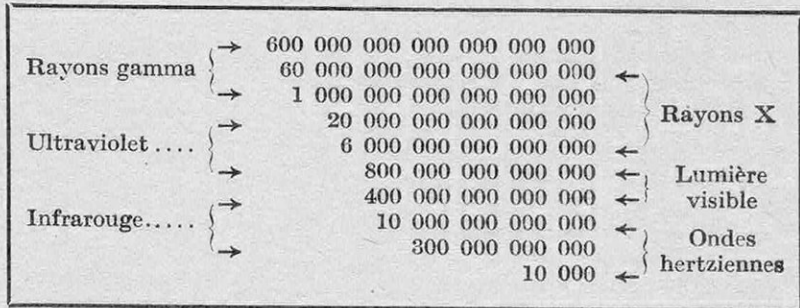

FIG. 2. — LA GAMME COMPLÈTE DES RADIATIONS
identifie, en 1888, un rayonnement (ondes électriques) qui se situe bien en deçà de l'infrarouge extrême. La « soudure » ne fut établie qu'en 1923 par les Américains E. F. Nichols et J. D. Tear ; et l'on connaît tout un ensemble de radiations (fig. 2) qui peuvent être émises aussi bien par des corps chauds que par des circuits oscillants.
A l'autre bout, par un bienheureux hasard, le physicien allemand Wilhelm-Conrad Röntgen (1845-1923) (fig. 1) décela ce qu'il nomma les rayons X (octobre 1895), au delà desquels Paul Villard (1860-1933) plaça, en 1900, les rayons gamma, produits au cours de la désintégration de certains éléments radioactifs. La « soudure » entre l'ultraviolet et les rayons X est l'œuvre de Fernand Holweck (1920) et de Jean Thibaud (1928) ; les deux extrémités du spectre de rayons X sont d'ailleurs recouvertes, d'un côté par l'ultraviolet extrême, de l'autre par les rayons gamma (fig. 2).
Cette même figure 2 indique une « gamme » interrompue d'une soixantaine d'octaves (dont une seule est « visible »), en disant, par une comparaison empruntée à la musique, que deux radiations sont à l'octave l'une de l'autre lorsque leurs fréquences sont dans le rapport de deux à un (1).
(1) Leurs longueurs d'onde sont naturellement dans le rapport inverse (de un à deux). Le produit de la fréquence (exprimée en cycles ou périodes par seconde) par la longueur d'onde (exprimée en centimètres) est toujours égal à 30 milliards : c'est la
Lorsqu'un rayon solaire tombe sur un tel réseau, la lumière transmise par la lame de verre ou la lumière réfléchiée par le miroir métallique présente « les couleurs de l'arc-en-ciel ». D'ailleurs, au point de vue théorique, les réseaux sont très supérieurs aux prismes, car la déviation de chaque couleur varie exactement *en raison inverse de la fréquence correspondante*, ce qui donne une signification concrète et immédiate aux nombres qui sont reproduits sur la figure 2.
quences sont trop grandes, et la déviation est inappréciable. Mais il existe un moyen de réduire la distance apparente qui sépare deux traits consécutifs, c'est d'envoyer le rayonnement sous une incidence tout à fait « rasante », beaucoup plus encore que ne l'indique la figure schématique 6. Cette méthode, dite « du réseau tangent », n'est d'ailleurs efficace que pour certains rayons X, ceux qui sont voisins de l'ultraviolet (fig. 2) et, à plus forte raison, ceux qui se confondent avec ce dernier.